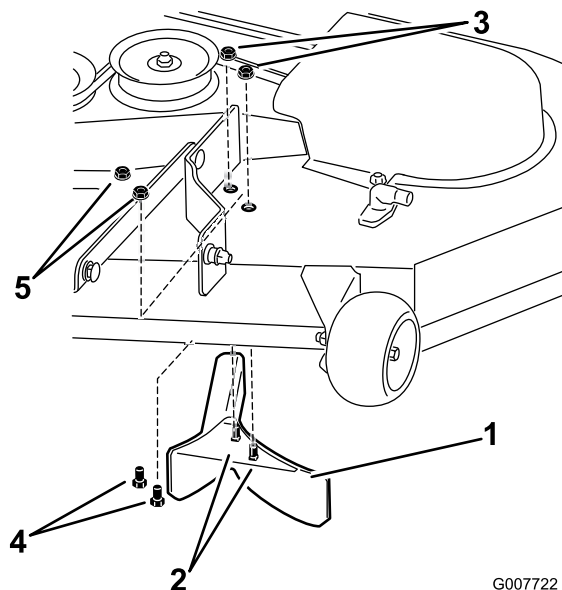

Figure 25
- Retirez les 2 contre-écrous qui fixent le déflecteur de mulching gauche au plateau de coupe (Figure 25). Abaissez le déflecteur de mulching à l'opposé du plateau et déposez-le.
- Montez 2 boulons (5/16 x 5/8 pouce) et 2 contre-écrous (5/16 pouce) (mis de côté en prévision) dans les trous libérés par le retrait du déflecteur de mulching gauche (Figure 25).